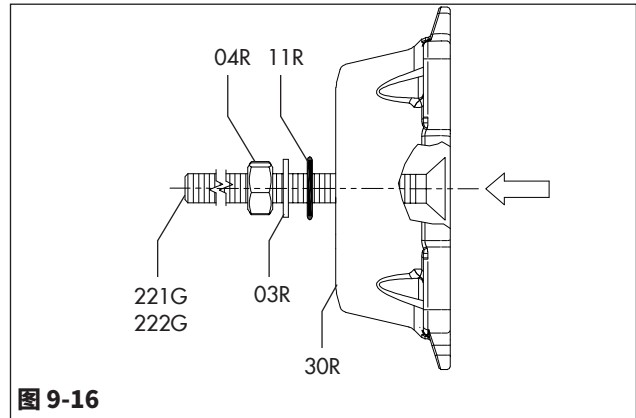

图 9-16
- 如图9-16所示,将止动螺钉(221G/222G)拧入端盖(30)中,将螺钉头与端盖表面对准。